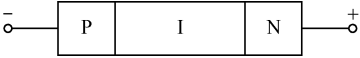

图 7-43 基本结构示意图
在掺杂浓度很高的 P 型、N 型半导体之间生成一层本征半导体（即 I 层）。PIN 光电二极管实际上就是把 PN 结的势垒区展宽，即采用较宽的本征半导体层取代势垒区，从而形成 PIN 结构，结构示意图如图 7-43 所示。
(1) 结构示意图（见图 7-43）。